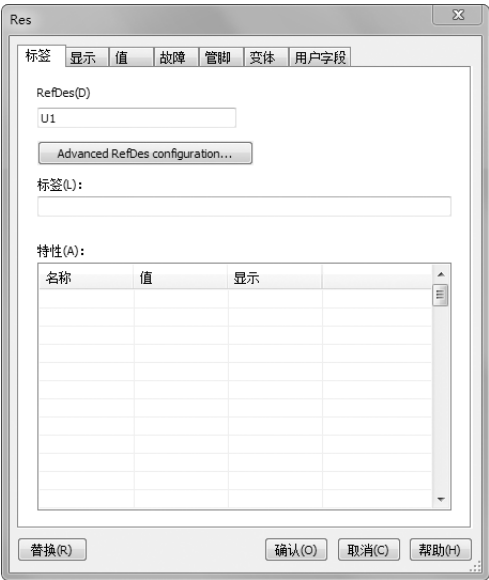

图 3-76 元器件属性设置对话框
3) 双击其中一个电阻，系统会弹出相应的属性设置对话框，如图 3-76 所示。